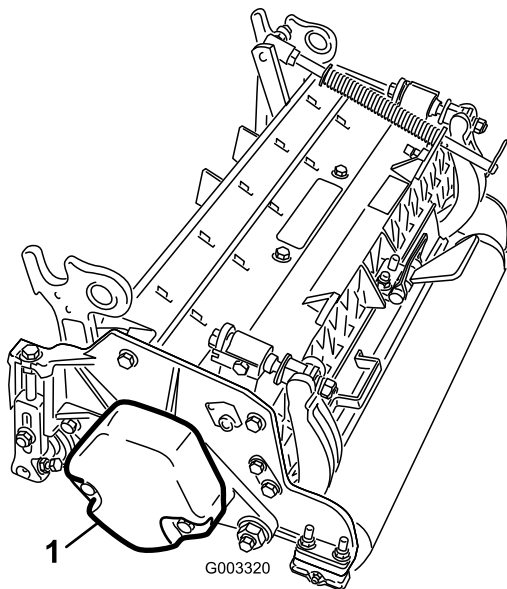

図 15
- 2番、4番、6番カッティングユニットでは、カウンタウェイトをカッティングユニットの左側に固定しているキャップスクリュ(2本)を取る。カウンタウェイトを取り外す(図 15)。